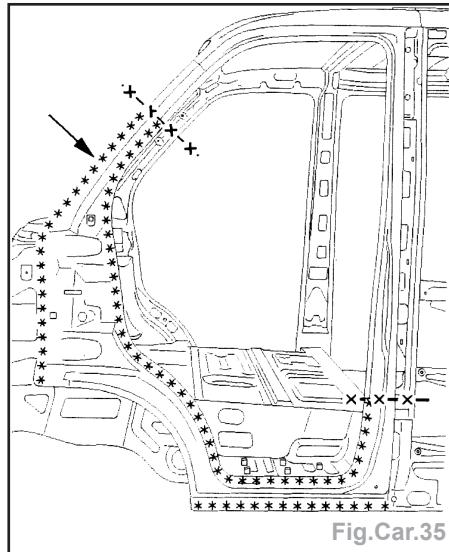

Fig.Car.35
- Dégrafer les lignes de points à l'aide d'une fraise de \varnothing 8 mm (Fig.Car.35).